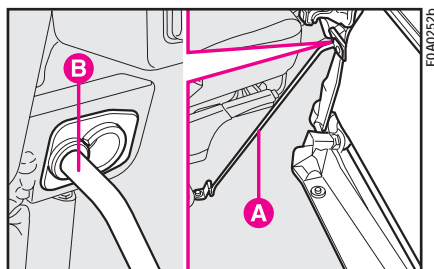

рис. 56
- зафиксировать сиденье специальной штангой **A** (рис. 56), вставив ее конец в отверстие **B** в сиденье.